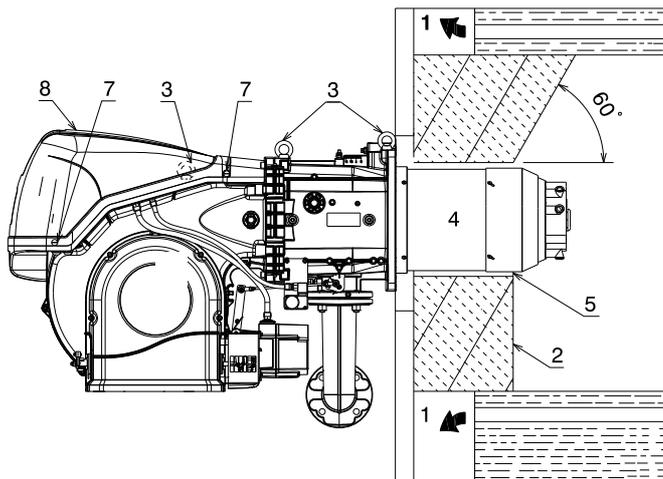

Fig. 15
Para calderas con paso de humos delantero 1)(Fig. 15) o con cámara de inversión de llama, colocar una protección de material refractario 5) entre el refractario de la caldera 2) y el embudo llama 4).
En calderas con frontal refrigerado por agua, no es necesario el revestimiento refractario 2)-5)(Fig. 15), salvo que lo indique el fabricante de la caldera.
Prepare un sistema adecuado de elevación en-ganchándolo a los anillos 3)(Fig. 15).
- Colocar la protección térmica suministrada con la instalación en el tubo llama 4)(Fig. 15).